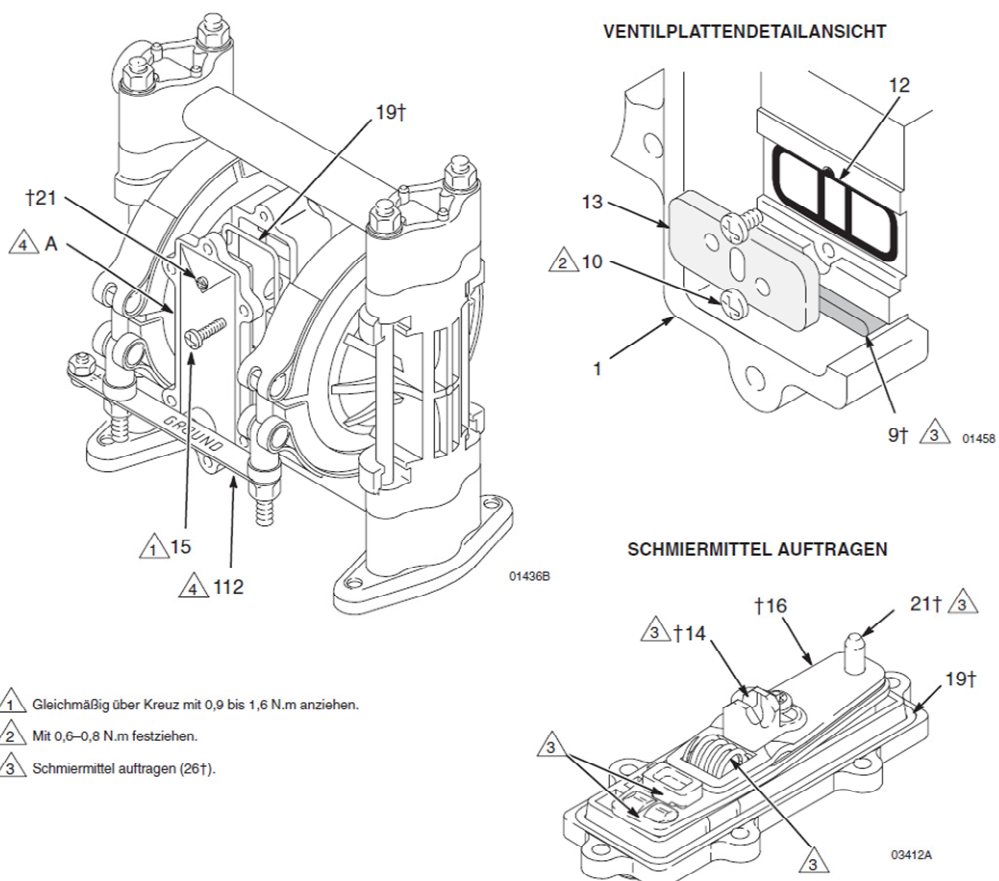

Abb. 10
2. Die sechs Montageschrauben (15) lösen und das Luftventil (A) von der Pumpe abnehmen.
3. Siehe Ventilplattendetail in Abb. 10. Die zwei Schrauben (10) entfernen, mit denen die Ventilplatte (13) an der Pumpe befestigt ist. Mit einem O-Ring-Haken die Ventilplatte, die Dichtung (12) und das Lager (9) entfernen.
4. Fett (26) auf das Lager (9) auftragen. Das Lager und die Dichtung (12) in das Pumpengehäuse (1) einbauen. Die Ventilplatte (13) einbauen und mit den zwei Schrauben (10) wie gezeigt sichern. Die Schrauben mit 0,6–0,8 Nm festdrehen.
5. Sicherstellen, dass der O-Ring (19\_) richtig am Luftventildeckel (2) sitzt.
6. Fett (26) wie in Abb. 10 gezeigt auftragen.
7. Den neuen Luftventilsatz so ausrichten, dass der Rückstellschaft (21) oben ist. Das Ventil in die Pumpe einbauen und sicherstellen, dass der Ventilsattel (14) in die Ausnehmung an der Membranwelle (23) eingreift. Die sechs Schrauben (15) einbauen und gleichmäßig über Kreuz mit 0,9–1,6 Nm anziehen.
4. Die Klemmbolzen sollten an der Luftventilseite des Gehäuses sein und nach unten zur unteren Seite der Pumpe zeigen. Den Erdungsstreifen an den Bolzen befestigen. Gewindefett auf die Bolzen auftragen, dann die Klemmmuttern (113) befestigen. Mit einem 11 mm Steckschlüssel die Muttern mit 5,6 mit 6,8 Nm festdrehen.
6. Das Luftventil wieder mit den sechs Montageschrauben (15) einbauen. Siehe Abb. 10.